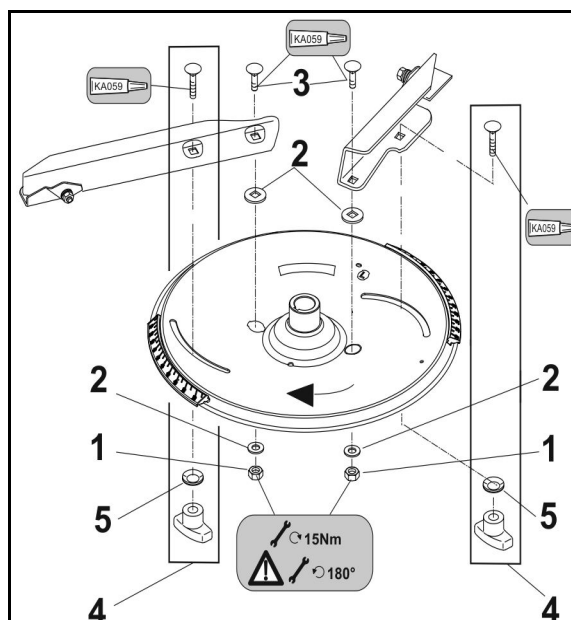

Fig. 76
Acordați neapărat atenție montajului corect al paletelor de împrăștiere! Latura deschisă a paletelor de împrăștiere în formă de U este orientată în sensul de rotație (Fig. 76/5).
10. Strângeți cu mâna piulița-fluture a îmbinării filetate cu demontare rapidă (Fig. 76/4) (fără scule).